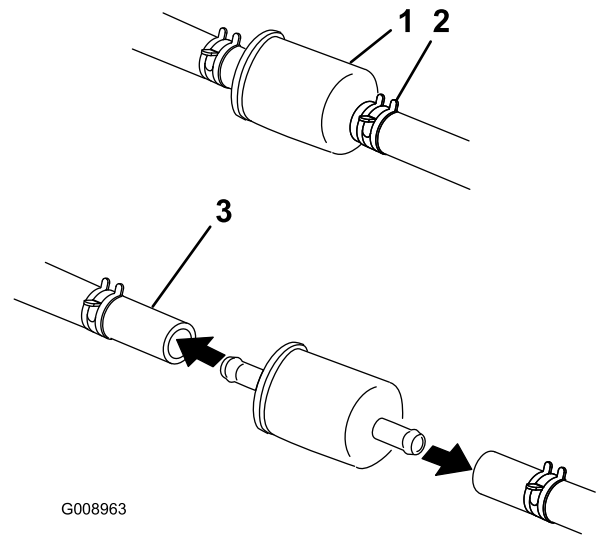

Bild 51
2. Reinigen Sie den Bereich um den Tankdeckel, damit keine Rückstände in den Kraftstofftank gelangen (Bild 51).
4. Drücken Sie die Enden der Schlauchklemmen zusammen und schieben Sie sie vom Filter weg (Bild 51).